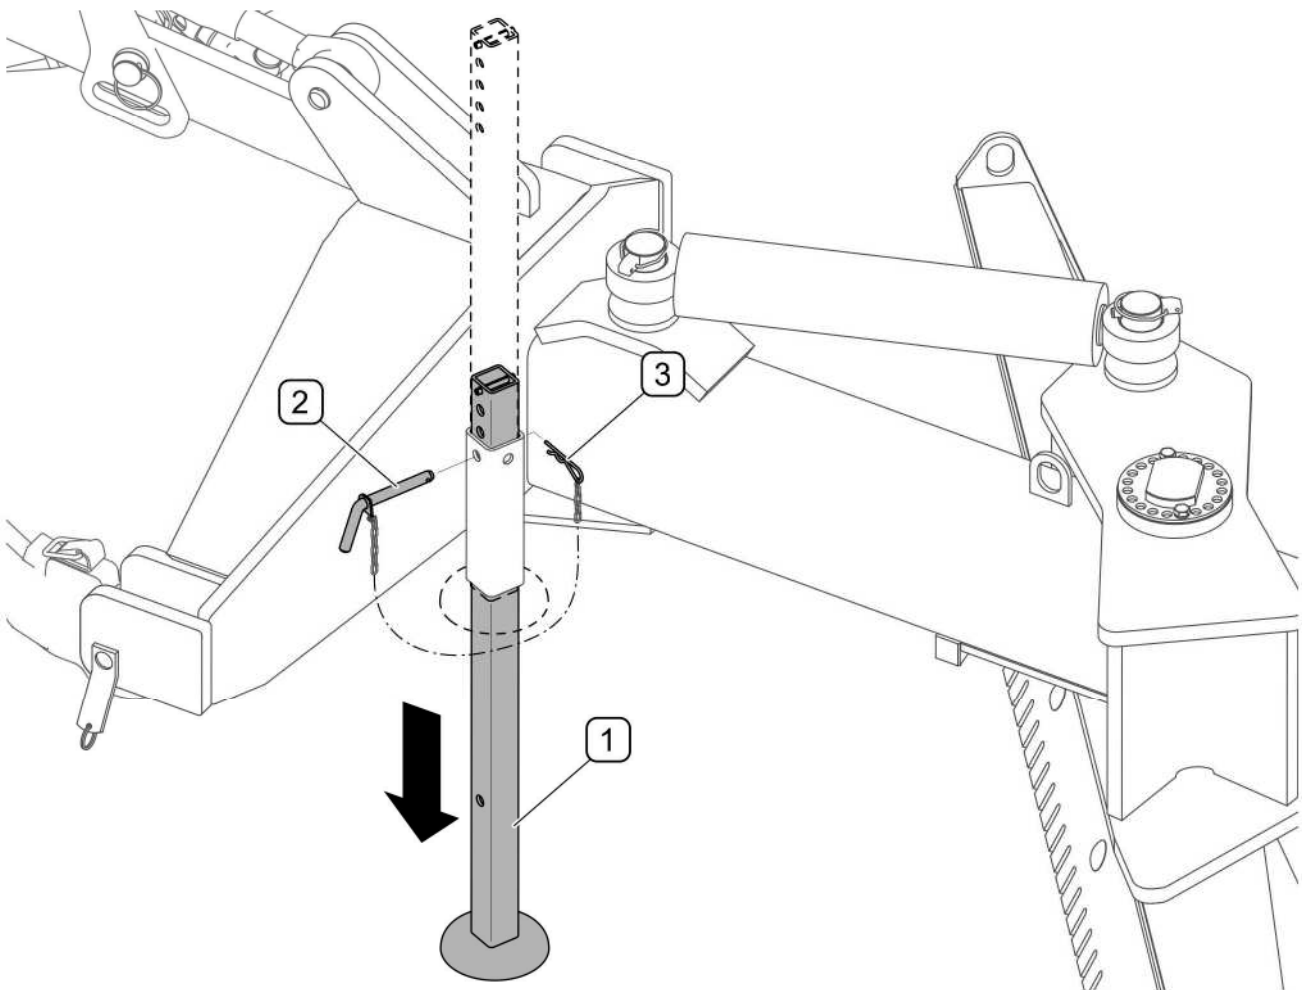

РИСУНОК 4.5 Опускание стояночной опоры
- поднять снегособираатель и вынуть чеку (3) и шплинт (2)
- опустить опору (1) и заблокировать шплинтом (2) и чекой (3) (РИСУНОК 4.5)